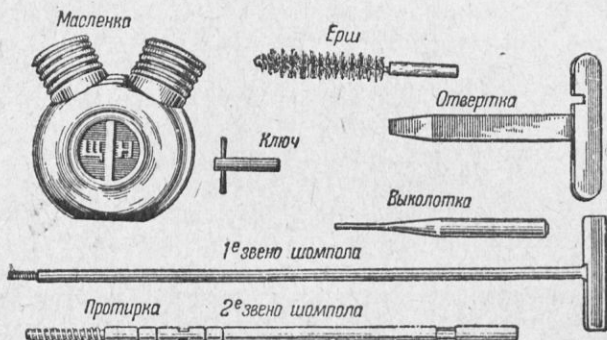

Рис. 28. Принадлежность
12. На каждый автомат полагается следующая принадлежность (рис. 28):